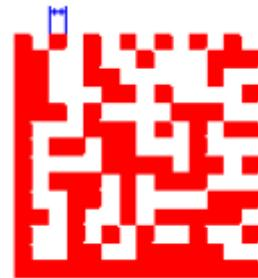

Рис. 4-23 Ширина штрих-кода Data Matrix
**Narrow Width:** ширина полосы (Рис. 4-23).